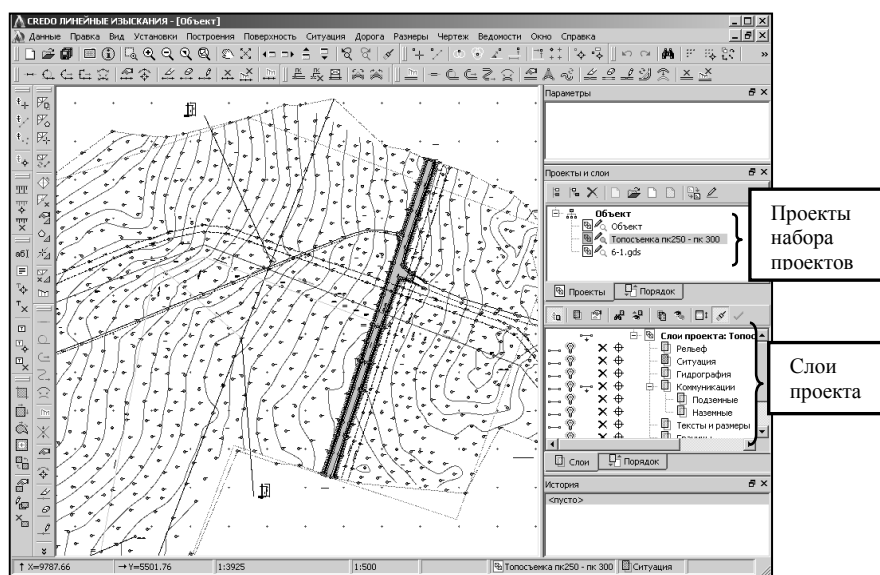
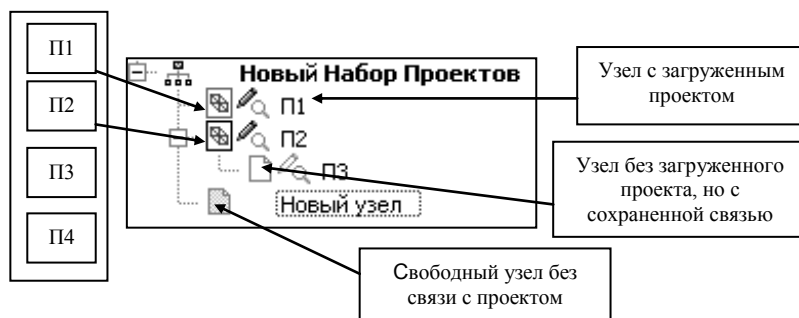

Рис. 10
Рис. 11
*Набор проектов* состоит из одного или нескольких проектов одного типа (плана или чертежа), организуемых в иерархическую структуру (рис. 10). Набор проектов не является «хранилищем» проектов. Проекты хранятся в базе данных самостоятельно, а набор проектов является группой указателей на входящие в него проекты (рис. 11).